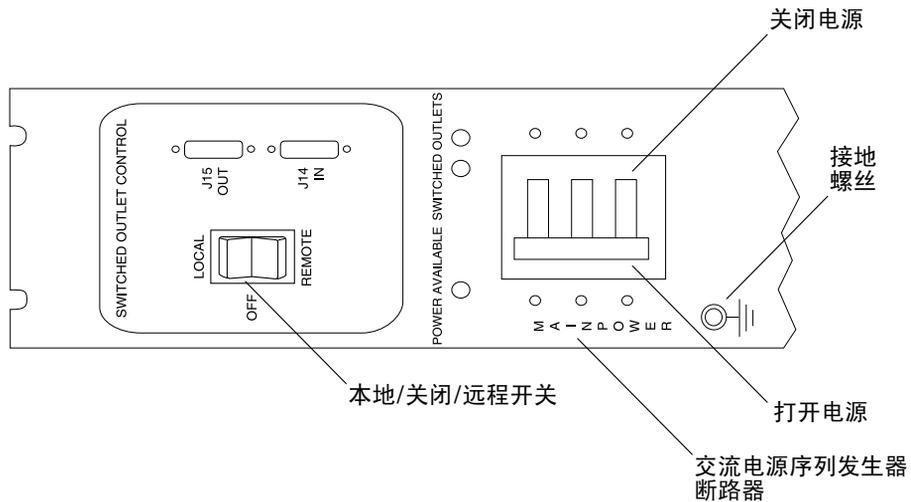

图 2-9 电源序列发生器控制面板
1. 验证每一个交流电源序列发生器的断路器是否位于 Off 位置，以及每一个电源序列发生器上的 Local/Off/Remote 开关是否处于 Local 位置（图 2-9）。